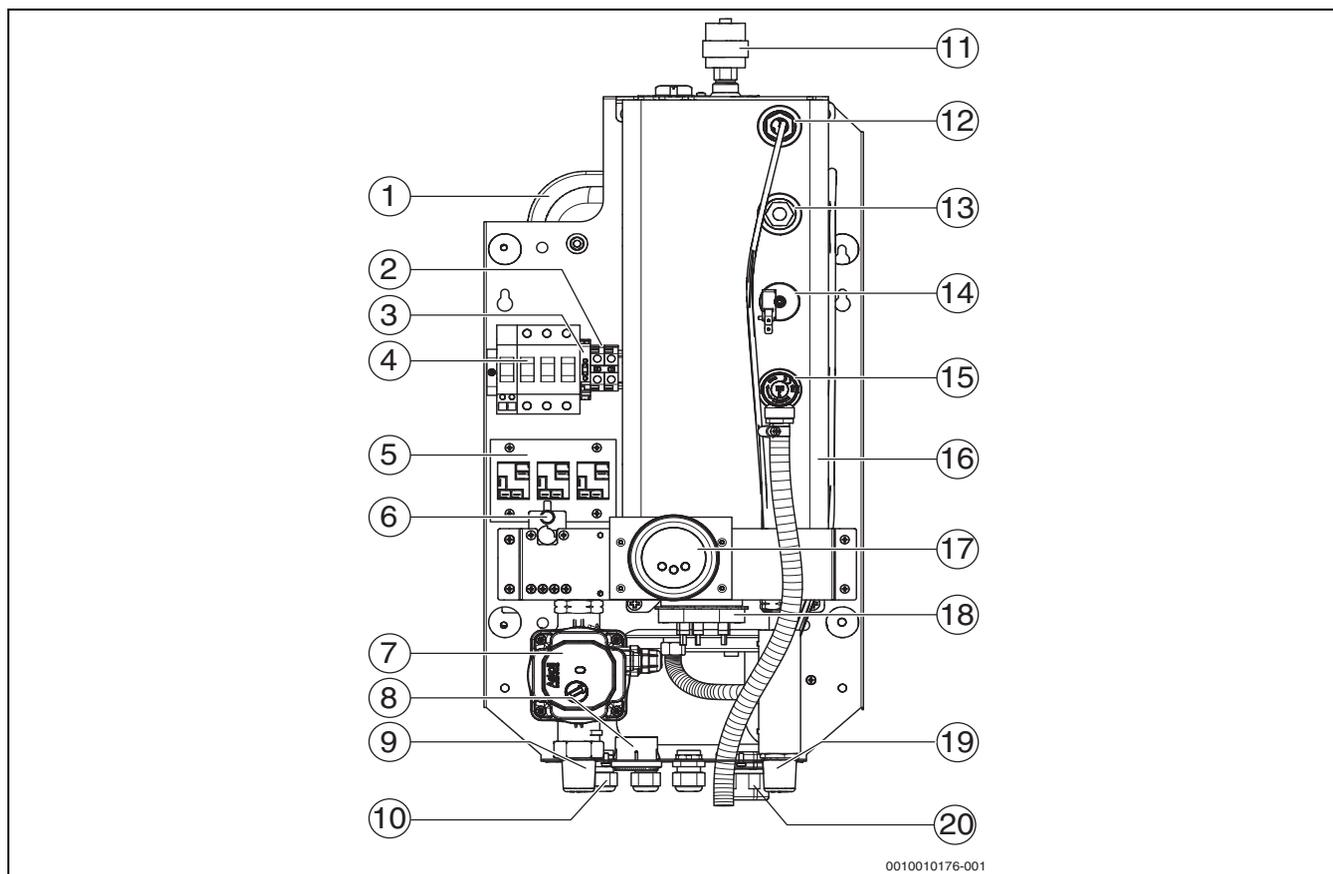

Fig. 1 Elemente funcționale ale cazanului Tronic Heat 3500 4-12 kW
- ▶ Nu închideți niciodată supapa de siguranță. (→ Fig. 1, pag. 8, [15])